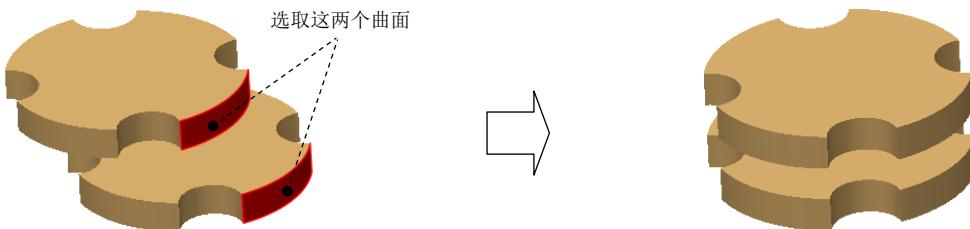
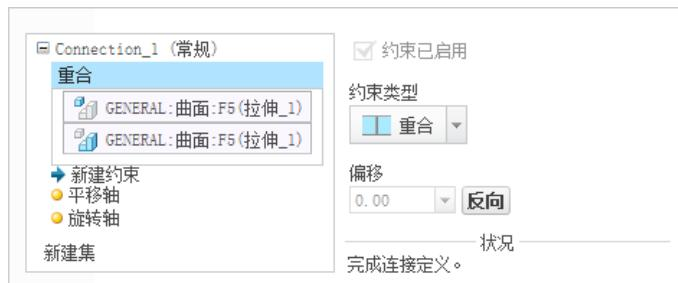

图 3.11.1 创建常规 (General) 连接
图 3.11.2 “重合”约束参考
Step4. 再次引入元件 GENERAL.prt，并将其调整到图 3.11.1 所示的位置。
(1) 在连接列表中选取 常规 选项，此时系统弹出“元件放置”操控板，单击操控板菜单中的 **放置** 选项卡。
(2) 定义“重合”约束。选取图 3.11.1 所示的两个曲面为约束参考，此时 **放置** 界面如图 3.11.2 所示。